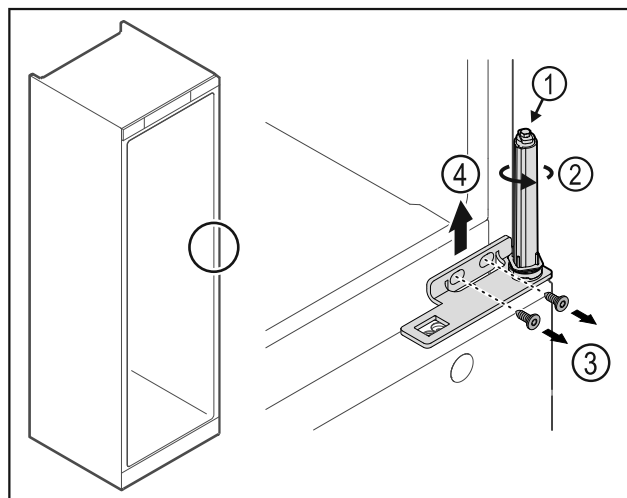

Fig. 31
- Deursluitsysteem niet uit elkaar halen Fig. 31 (1).
- Sluitsysteem Fig. 31 (2) draaien tot het klikt.
- Schroeven Fig. 31 (3) losmaken, scharnierhoek naar boven toe verwijderen Fig. 31 (4).